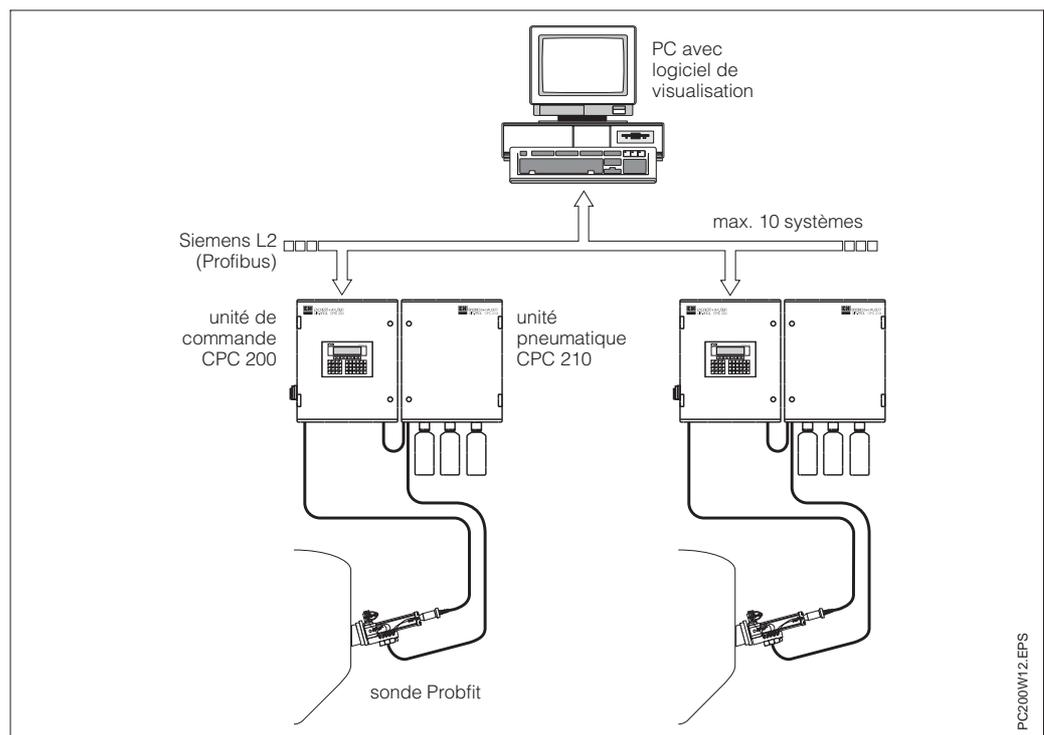

Fig. 2.2: Raccordement en réseau de plusieurs systèmes
- Il est possible de relier plusieurs systèmes à un réseau Profibus (voir fig. 2.2).